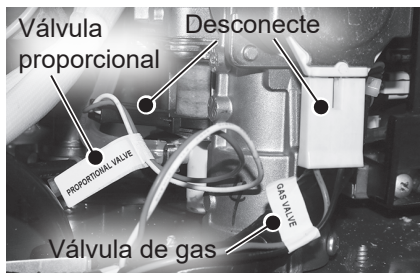

Figura 38 - Desconexión de la válvula de gas y la válvula proporcional
- 13** Ubique el mazo de cables de la válvula de gas y desconéctelo. Consulte la Figura 38.
- 14** Ubique el mazo de cables de la válvula proporcional y desconéctelo. Consulte la Figura 38.